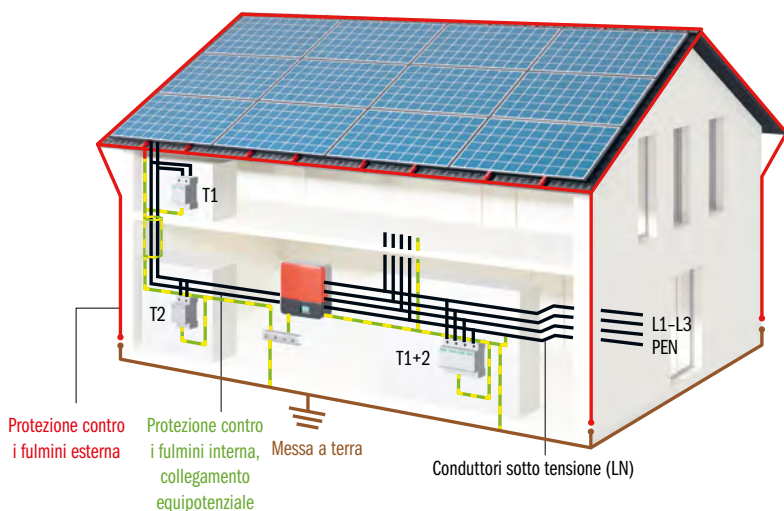

Fig. 2: Variante con protezione esterna dai fulmini / Esempio dal libro «Impianti fotovoltaici» (Photovoltaikanlagen) di Christof Bucher (edizione Faktor, 2025)
2. L'edificio dispone di una protezione fulmini esterna. Si presume pertanto che ci possa essere fulminazione diretta. Se l'impianto FV non viene installato nella zona protetta, all'entrata del tetto dei cavi va installato un SPD di tipo 1 (Fig. 2).